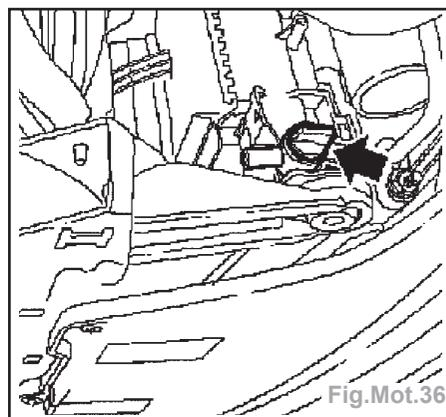

Fig.Mot.36
- Ouvrir le bouchon de vidange (Fig.Mot.36).